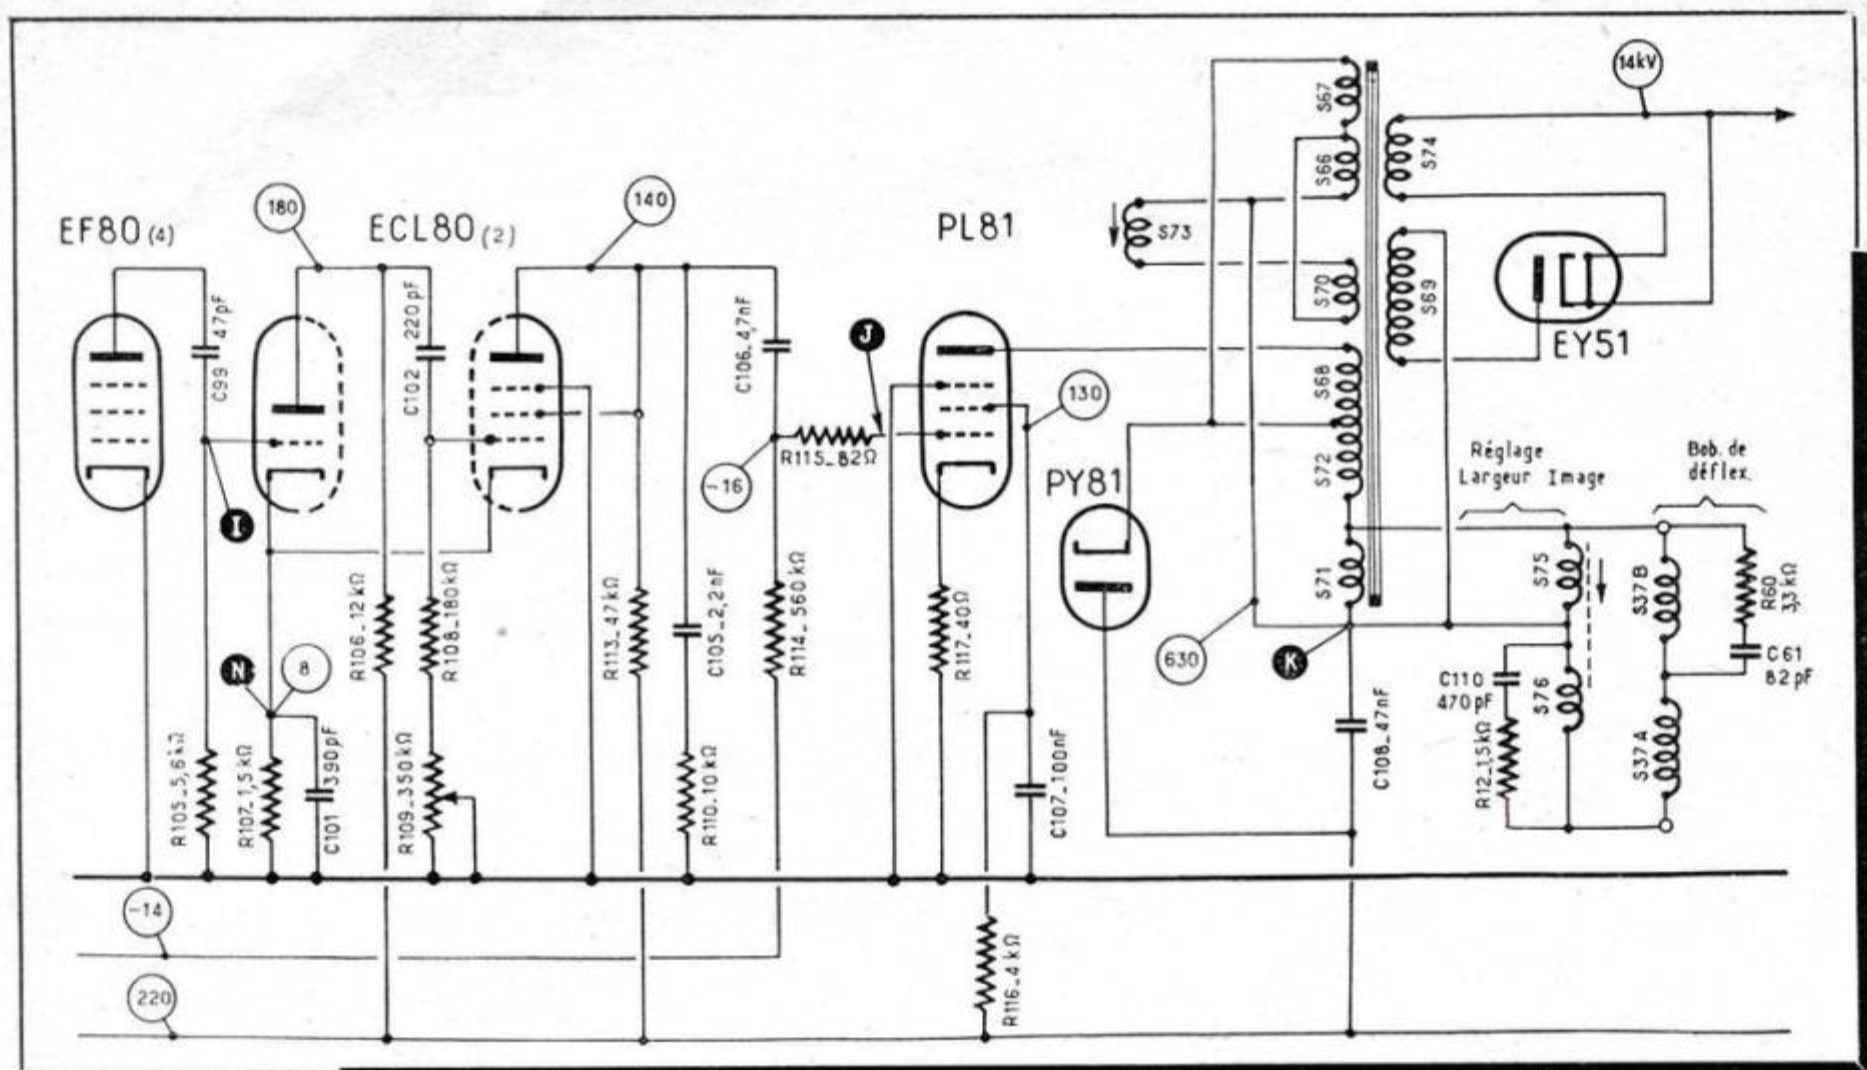

Fig. 7. — Schéma général de la base de temps lignes, y compris les circuits de balayage horizontal.
Ci-contre, à gauche : Oscillogrammes que l'on relève normalement aux points indiqués du schéma de la figure 7. Pour les deux oscillogrammes I le balayage de l'oscilloscope est réglé à 20 kHz environ, l'oscillogramme I (2) étant obtenu en déconnectant C99 et R105 de la grille triode de la ECL80, qui doit être réunie à la masse pendant la mesure. Pour les autres oscillogrammes le balayage est à 10 kHz environ, sauf pour L (25 Hz).
de la figure 7, où l'on voit un relaxateur qui est un multivibrateur à couplage cathodique, le reste du schéma étant à peu près classique.